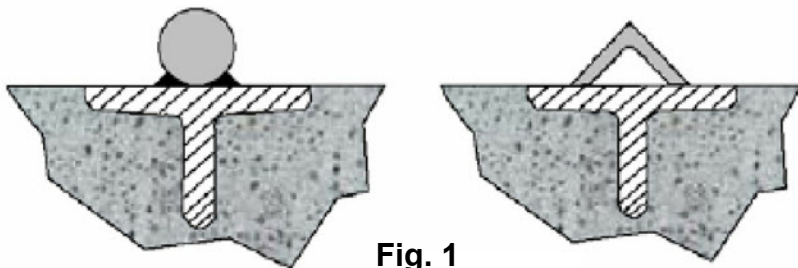
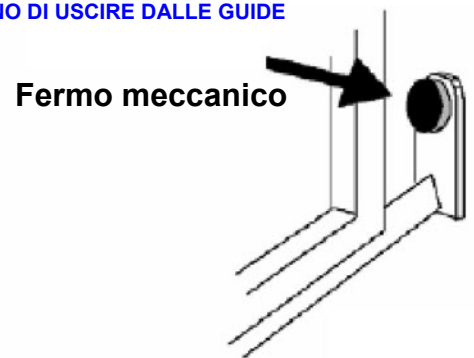
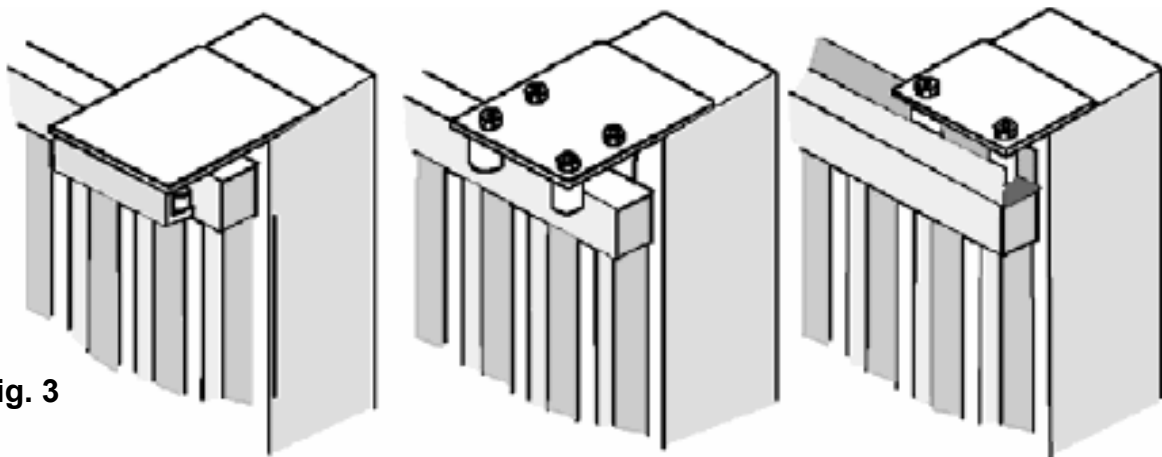

Fig. 1
Fig. 2
Fig. 3
- Prima di procedere al montaggio dell'automatismo, si verifichi che il cancello sia perfettamente funzionante, inoltre, è opportuno verificare che la guida di scorrimento a terra (**V. Fig. 1**) non presenti malformazioni, che sia perfettamente a livello e che sia presente il fermo meccanico in apertura (**V. Fig. 2**) al fine di evitare che il cancello esca fuori dalle guide superiori (**V. Fig. 3**)
- Verificare la guida di scorrimento superiore (**V. Fig. 3**) che sia ben salda e il cancello vi scorra liberamente.
Posizionare la piastra in dotazione (Fig. 1) ad una distanza di **50 mm** dal bordo del cancello e perfettamente in squadra con un'angolo di 90°.
Posizionare il motoriduttore e fissarlo con le viti e rondelle in dotazione A (Fig.2).
Fissare la cremagliera sul cancello in modo saldo prevedendo una distanza da 2 a 3 mm dal pignone del motore (Fig.3).